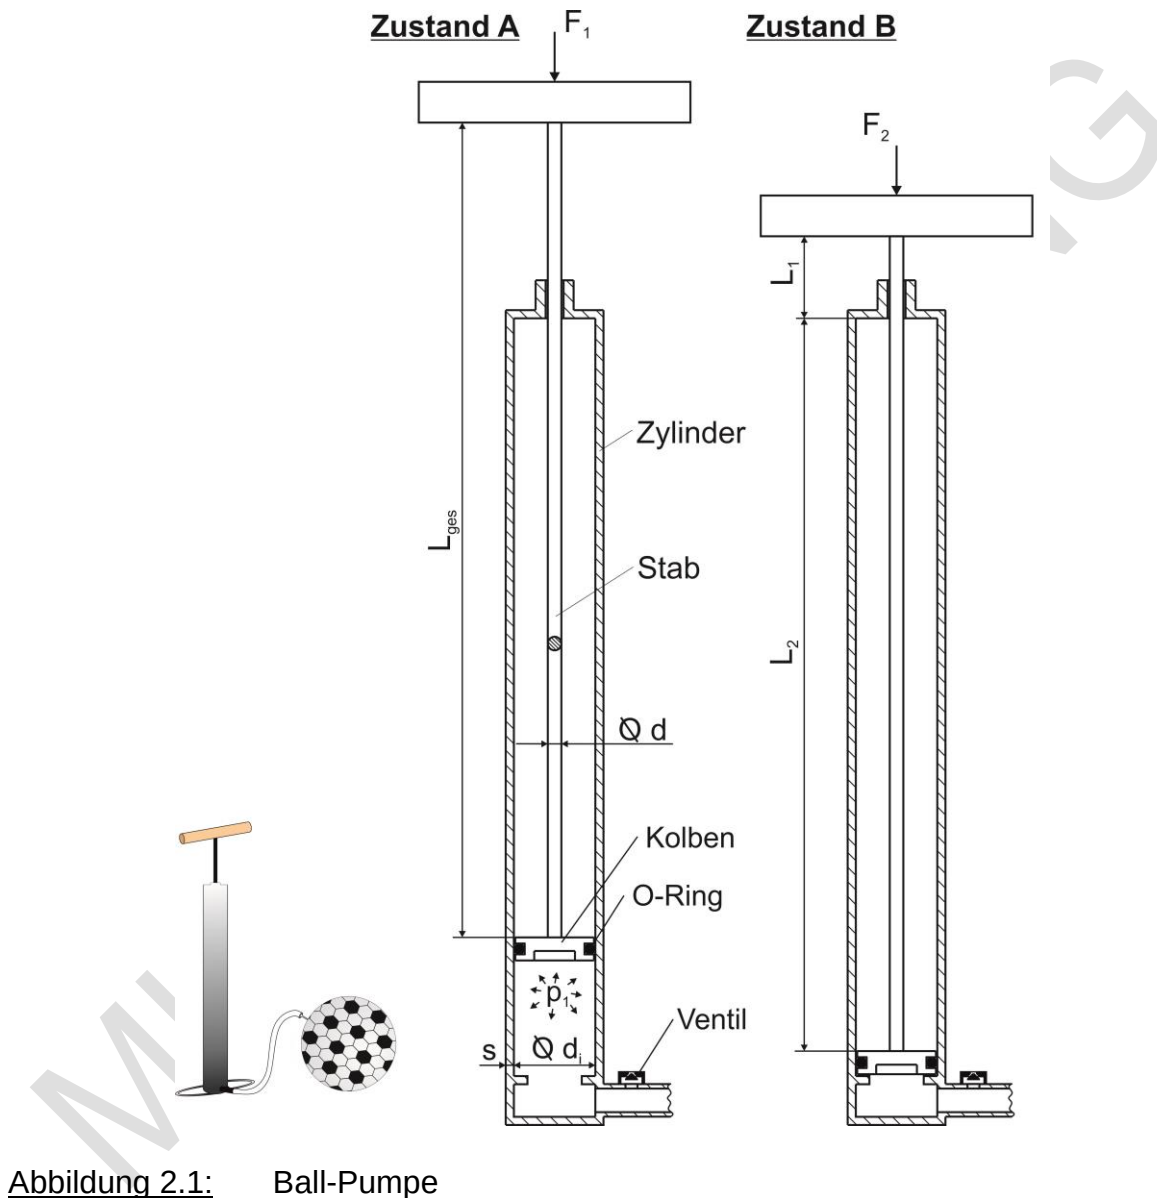

Abbildung 2.1: Ball-Pumpe
Ein Fußball soll mit einer Handpumpe (siehe Abbildung 2.1) aufgepumpt werden. Zylinder, Stab und Kolben der Pumpe sind aus der Aluminiumlegierung EN AW-2014 gefertigt.
Es kann ein Lastangriff entsprechend Zustand A in Abbildung 2.1 angenommen werden.
- e) Der Stab der Pumpe ist vollständig eingefahren (siehe Zustand B in Abbildung 2.1) und es wirkt die Druckkraft $F_2 = -350\text{N}$. Kann ein Knicken des Stabes mit Sicherheit ausgeschlossen werden? Berechnen Sie die Sicherheit gegen Knicken.
Es kann ein Lastangriff entsprechend Zustand B in Abbildung 2.1 angenommen werden. Der Kolben kann innerhalb des Zylinders nicht verkanten.